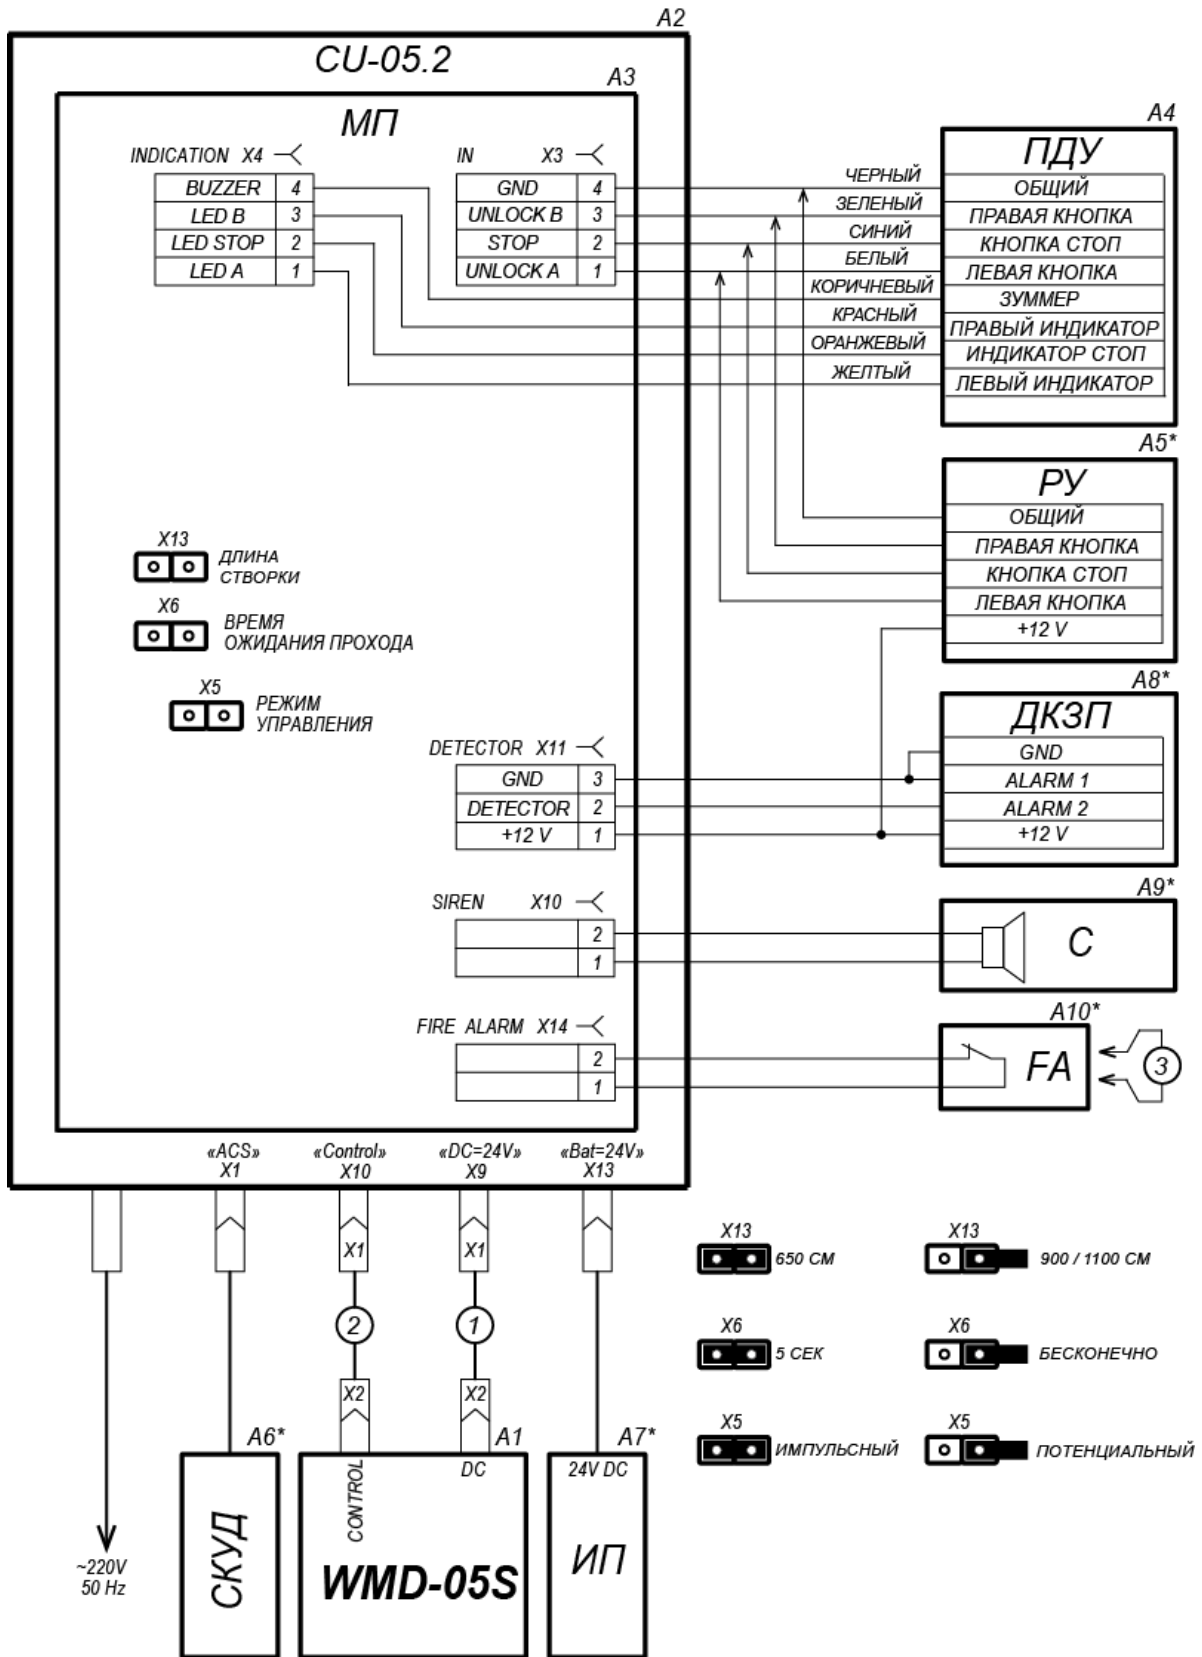

Рисунок 7. Схема подключения калитки¹
- кабель питания (11) к разъему **«DC=24V»**;
- кабель ПДУ (12) протяните через предназначенный для него кабельный ввод внутрь блока управления и подключите к клеммным колодкам **X3** и **X4** модуля процессорного в соответствии с рис. 5 и рис. 7.
12. Подключите устройство, подающее сигнал аварийной разблокировки для чего: протяните кабель через кабельный ввод **«ALARM»** внутрь блока управления, снимите перемычку с клеммной колодки **X14** модуля процессорного и подключите кабель в соответствии с рис. 5 и рис. 7.